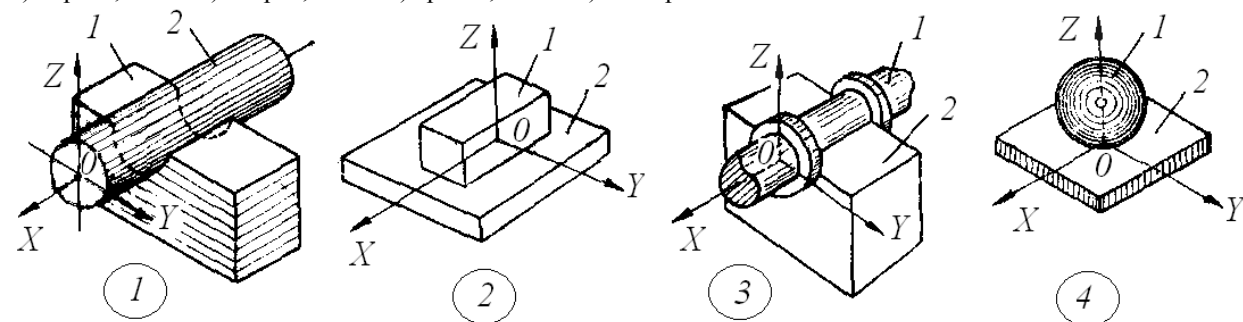

Рис. 1.2.
9. Какая из четырех кинематических пар (рис. 1.2) является парой 2-го рода (двухподвижной)?
10. Какая из четырех кинематических пар (рис. 1.2) является парой V класса?
11. Какая из четырех кинематических пар (рис. 1.2) является парой вида ВПП?
12. Какая из четырех кинематических пар (рис. 1.2) является парой высшей парой?